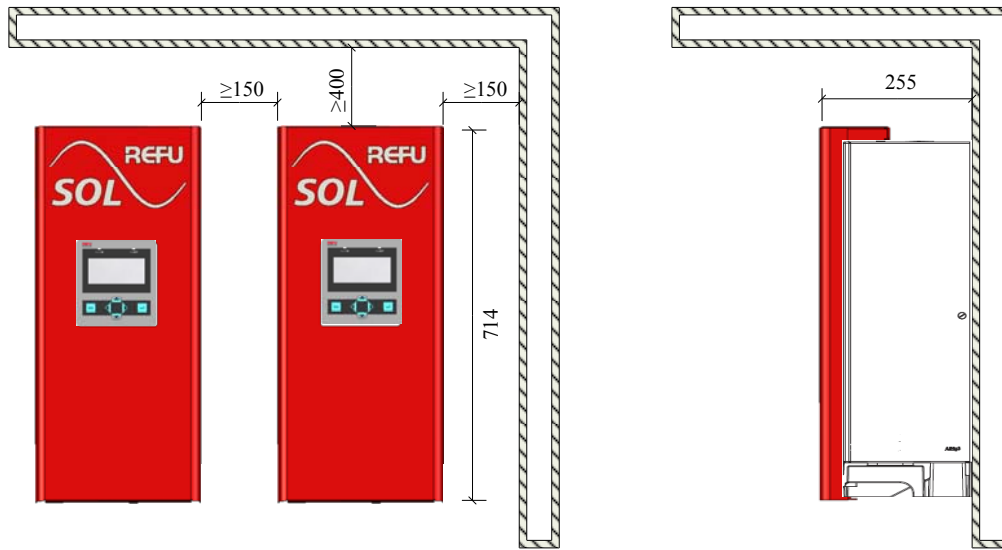

Bild 4 Abstände bei der Montage der Wechselrichter
- Prüfen, ob Mindestabstände vorhanden sind (siehe Abb. 4).
- Durch Einschrauben an der gekennzeichneten Stelle (Papierstreifen) und Festziehen der Arretierschraube (6) Wechselrichter sichern.
- Sicherstellen, dass Arretierschraube (6) zur Demontage des Wechselrichters zugänglich ist.